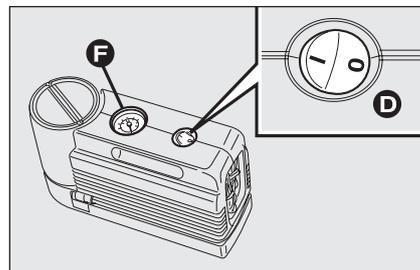
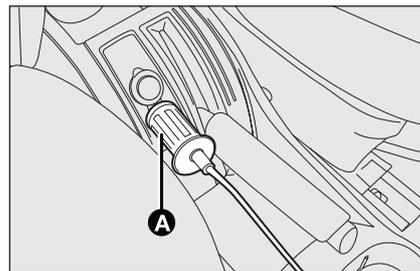

fig. 6
fig. 7
- assicurarsi che l'interruttore **D-fig. 6** del compressore sia in posizione **0** (spento), avviare il motore, inserire la spina **A-fig. 7** nell'accendisigari (o presa 12V) e azionare il compressore portando l'interruttore **D** in posizione **I** (acceso). Gonfiare il pneumatico alla pressione prescritta nel paragrafo "Pressione di gonfiaggio" del capitolo "Dati Tecnici".
Per ottenere una lettura più precisa, si consiglia di verificare il valore della pressione sul manometro **F-fig. 6** con il compressore spento;